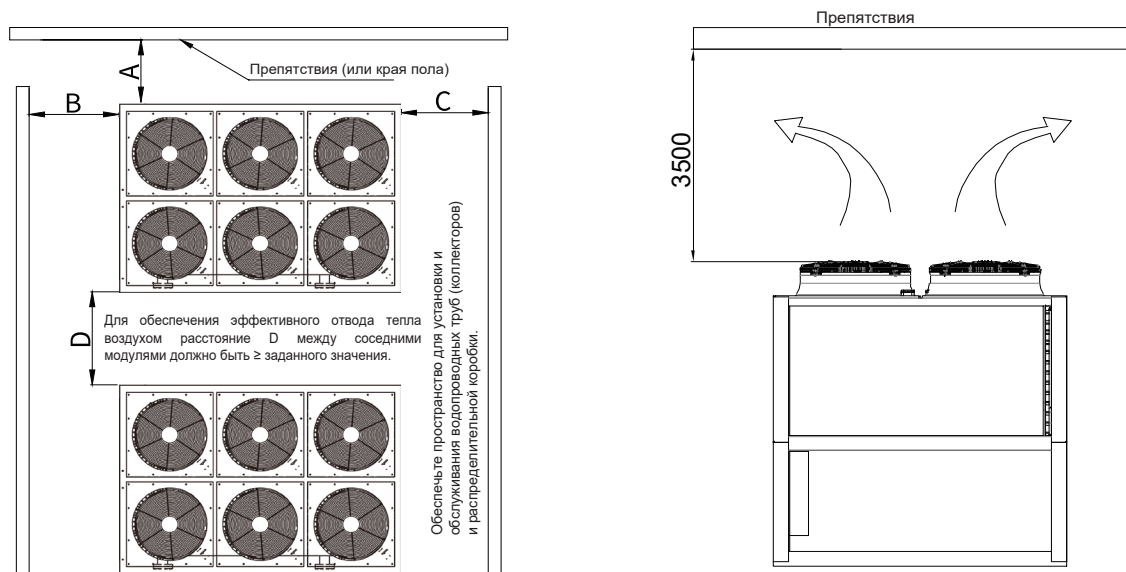

Рисунок 5-4-1 Место для технического обслуживания
7. Рекомендуемая длина фундаментной платформы составляет внешнюю длину блока + 500 мм, а рекомендуемая ширина — ширину блока + 400 мм. См. рисунок 5-4-1, на котором показано добавление антивибрационных резиновых прокладок (толщина  $\geq 15$  мм).